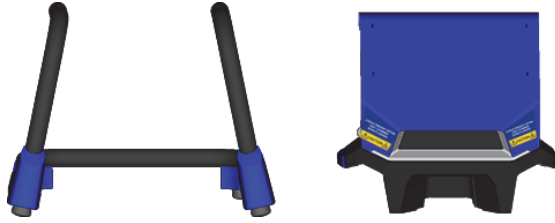

图 B-6 工作站的支架和样品舱
1. 将工作站的支架和样品舱并排放置在一张桌子或台子上（参见第111页的图 B-6）。